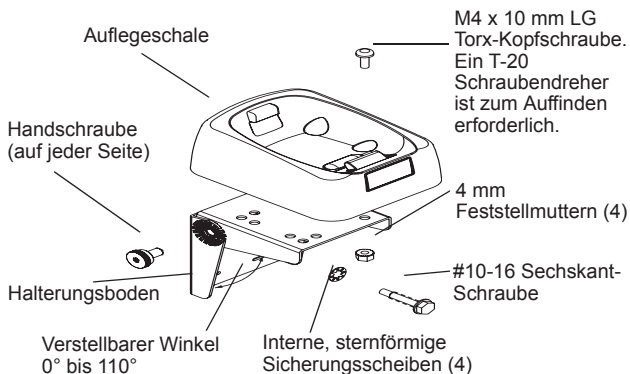

Abb. 1 Verstellbare Halterung
Nach Festlegen des Einbauortes sind folgende Schritte auszuführen (siehe Abb. 1):
4. Setzen Sie die Auflegeschale wie in Abb. 1 gezeigt auf die Halterung. Befestigen Sie die Schale mit einem T-20 Torx-Schraubendreher (M4 x 10 mm Schraube and M4-Mutter).